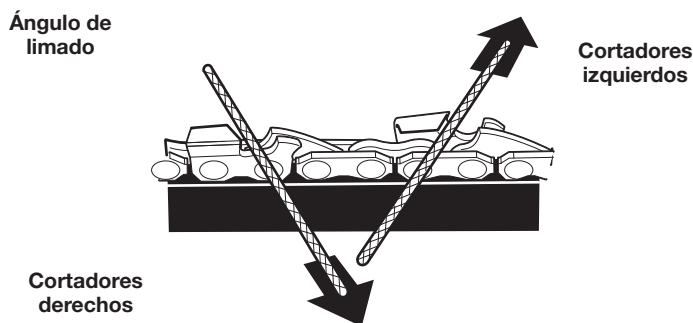

Fig. 32
- Lime hacia el ángulo delantero del cortador (Fig. 32). Levante la lima del cortador en el extremo del recorrido hacia adelante. Lime únicamente en el recorrido hacia adelante.
- Lime todos los cortadores izquierdos en una dirección (Fig. 32). Después lleve la lima al otro lado de la cadena y lime todos los cortadores del lado derecho en la dirección opuesta (Fig. 32).